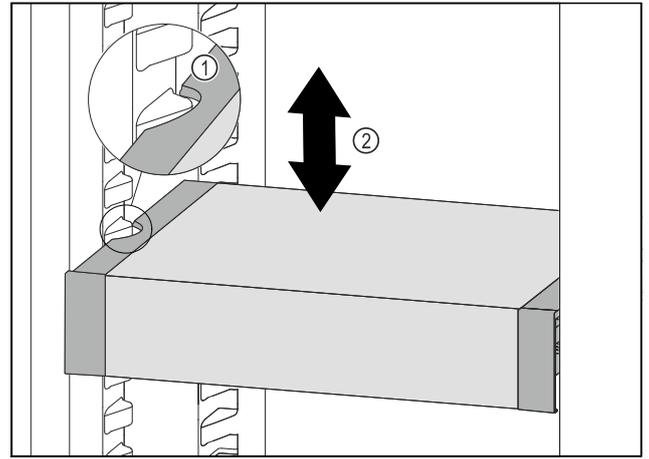

Fig. 79
- ▶ Tire del VarioSafe hacia delante hasta que los huecos laterales del VarioSafe se encuentren a la altura de la nervadura del recipiente en el compartimento del frigorífico. Fig. 79 (1)
- ▶ Mueva el VarioSafe hacia arriba o hacia abajo en el compartimento del frigorífico hasta alcanzar la altura deseada. Fig. 79 (2)